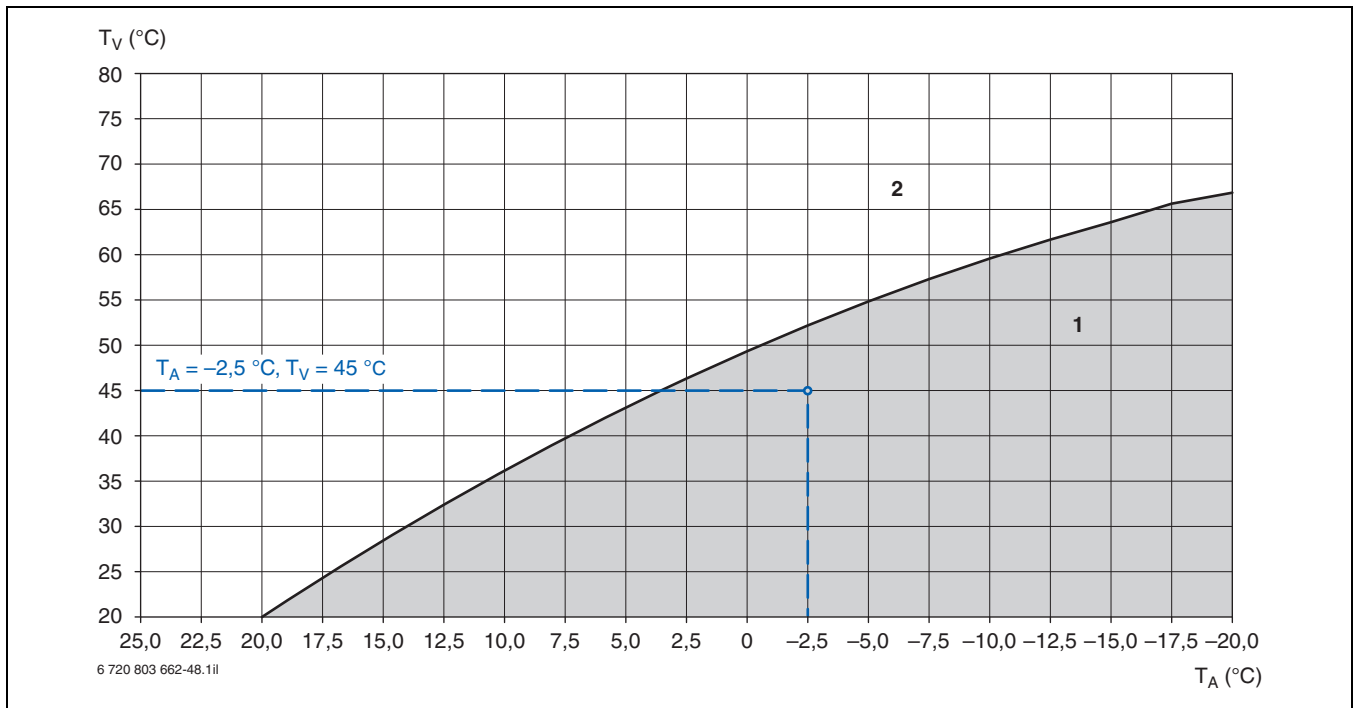

Bild 56 Diagramm zur Ermittlung der benötigten Betriebstemperatur
- Wenn die Heizlast nicht bekannt ist, kann sie experimentell ermittelt werden. Hierzu werden während der Heizperiode die Thermostatventile vollständig geöffnet und dann die Vor- und Rücklauftemperatur so lange gesenkt, bis eine Raumtemperatur von ca. 20 °C bis 22 °C erreicht ist. Die jetzt eingestellte Vorlauftemperatur sowie die aktuelle Außentemperatur werden in das Diagramm (→ Bild 56) eingetragen. Daraus lässt sich das tatsächlich benötigte Temperaturniveau ermitteln.